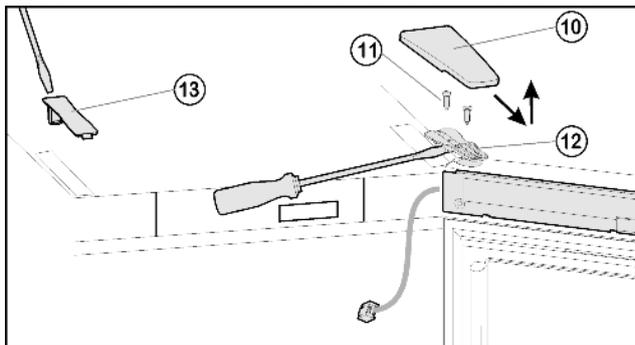
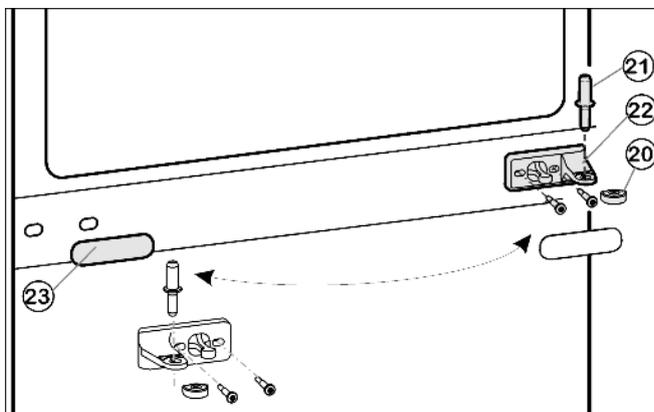
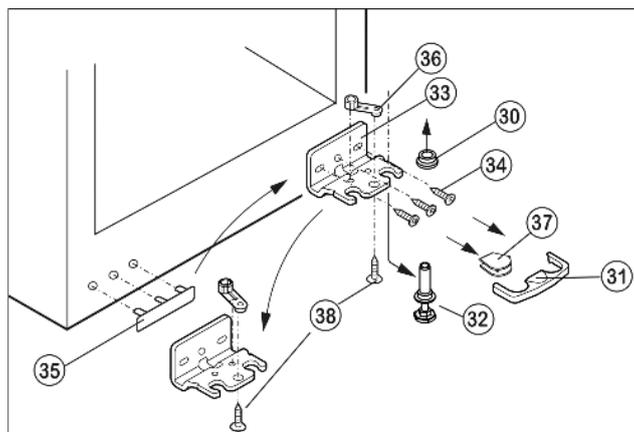

Fig. 5
Fig. 6
Fig. 7
- ▶ Крышку Fig. 5 (10) снимите движением вперед и вверх.
- ▶ Снимите крышку Fig. 5 (13).
- ▶ Полностью выверните винты Fig. 5 (11).
- ▶ Снимите дверцу вместе с опорным кронштейном Fig. 5 (12) и кабелем вверх. Для снятия, возможно, понадобится осторожно подцепить опорный кронштейн снизу шлицевой отверткой.
- ▶ Извлеките средний опорный палец Fig. 6 (21) из среднего опорного кронштейна Fig. 6 (22) и нижней дверцы.
- ▶ Пластмассовый колпачок Fig. 6 (20) снимите.
- ▶ Снимите средний опорный кронштейн Fig. 6 (22).
- ▶ Осторожно снимите накладку Fig. 6 (23).
- ▶ Прикрутите средний опорный кронштейн Fig. 6 (22) с поворотом на 180° на новую сторону шарнира (с моментом 4 Нм)
- ▶ Защелкните накладку Fig. 6 (23), повернув на 180°, на стороне, где теперь будет ручка.
- ▶ Предохранитель Fig. 7 (31) снимите движением вперед.
- ▶ Снимите крышку Fig. 7 (37).*
- ▶ Полностью вверните регулируемую опору Fig. 7 (32).
- ▶ Вытяните опорный палец Fig. 7 (32) вниз и вперед. При этом следите за гнездом шарнира Fig. 7 (30).
- ▶ Открутите опорный кронштейн Fig. 7 (33) (3 шт. Torx 25) Fig. 7 (34).
- ▶ Открутите опорную деталь Fig. 7 (36) (1 Torx 25) Fig. 7 (38) и, переставив в отверстие на противоположной стороне опорного кронштейна, снова прикрутите.
- ▶ Осторожно приподнимите и переставьте крышку Fig. 7 (35) со стороны ручки.
- ▶ Снова прикрутите опорный кронштейн Fig. 7 (33) на новой стороне шарнира (с моментом 4 Нм). При необходимости используйте аккумуляторный шурупверт.
- ▶ Установите крышку Fig. 7 (37) на противоположной стороне.*
- ▶ Предохранитель (31) нужно зафиксировать сбоку на кронштейне, чтобы опорный палец и двери были защищены от выпадения.
- ▶ Снова защелкните предохранитель (31) на опорном кронштейне.
- ▶ Наденьте гнездо шарнира Fig. 7 (30).
- ▶ Установите дверцу сверху на нижний опорный палец Fig. 7 (32).
- ▶ Снова наденьте пластмассовый колпачок Fig. 6 (20) на средний опорный кронштейн Fig. 6 (22).
- ▶ Вставьте средний опорный палец Fig. 6 (21) через средний опорный кронштейн Fig. 6 (22) в нижнюю дверцу.
- ▶ Установите верхнюю дверцу на средний опорный палец Fig. 6 (21), закройте дверцу и установите верхний опорный кронштейн Fig. 5 (12) так, чтобы он защелкнулся в верхней стороне устройства.
- ▶ Закрутите опорный кронштейн Fig. 5 (12) (с усилием 4 Нм). При необходимости сделайте отверстия или используйте аккумуляторную отвертку.
- ▶ Защёлкните крышку Fig. 5 (10) и крышку Fig. 5 (13).
- ▶ При необходимости выровняйте дверцу через два продольных паза в нижнем опорном кронштейне Fig. 7 (33) и среднем опорном кронштейне Fig. 6 (22) параллельно корпусу устройства. Для этого выкрутите средний винт на нижнем опорном кронштейне Fig. 7 (33).